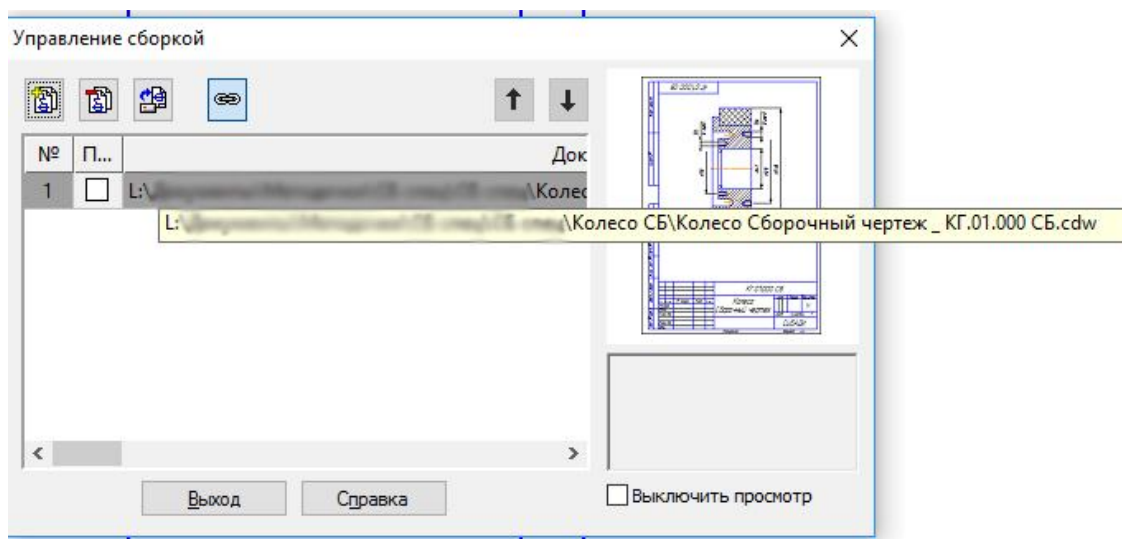

Рис. 3.6. Подключение документа к спецификации
- Нажмите кнопку «Выход» (рис. 3.6).